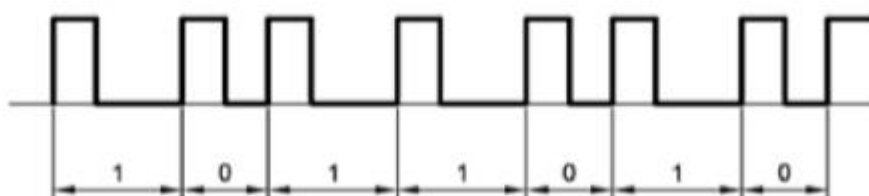

Рис. 20.2. Модуляция длительностью пауз
- ❑ модуляция длительностью пауз (Pulse Distance Modulation). Длина импульсов постоянна, паузы большей длительности — логическая "1", меньшей — логический "0" (рис. 20.2);